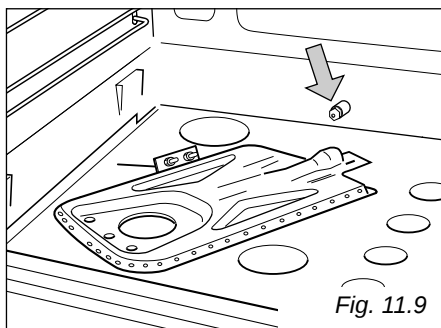

Fig. 11.9
- Enlever le brûleur comme le montre la figure 11.9 et le déposer à l'intérieur du four sans le retirer complètement. Faire particulièrement attention à ne pas endommager le bulbe de la vanne de sécurité.
- Avec une clé tube de 7 remplacer l'injecteur (indiqué par la flèche - fig. 11.9) conformément au "Tableau injecteurs" et remonter le brûleur en effectuant les opérations en sens inverse.